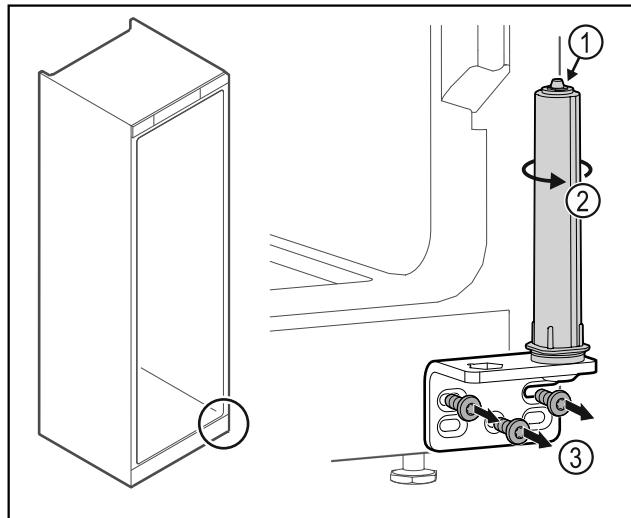

Fig. 46
► Ne rastavljajte sustav zatvaranja vrata Fig. 46 (1).
- ▶ Okrećite sustav zatvaranja Fig. 46 (2) dok ne klikne.
- ▶ Odvignite kutne šarke Fig. 46 (3).